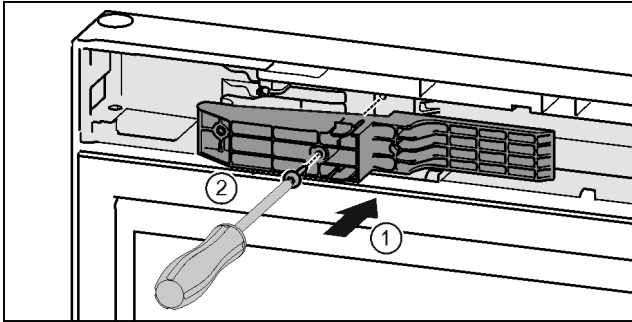

Fig. 48 \*
- ▶ Sätt adaptern på handtagssidan i urtaget. Fig. 48 (1)\*
- ▶ Dra åt skruvarna med skruvmejsel T15. Fig. 48 (2)\*